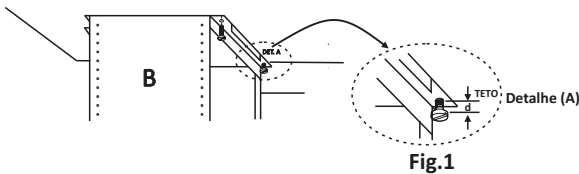

Fig.1
A - Para fixação da estrutura da ilha de acordo com o suporte, faça 04 furos no teto colocando parafusos sem apertar completamente ver **Fig.1 Detalhe (A)**.